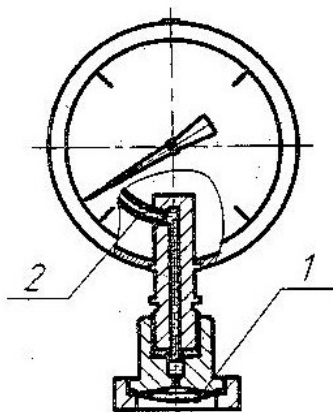

Рисунок 1.
3.1 Манометр типа ДМ 8008-ВУ с мембранным разделителем состоит из манометра и разделительного устройства (рисунок 1). Внутренняя полость трубчатой пружины манометра и надмембранное пространство разделительного устройства должны быть заполнены жидкостью полиэтилсилоксановой марки ПЭС-2 ГОСТ 13004.